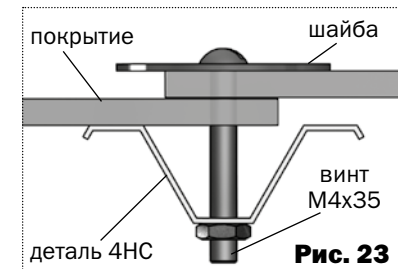

Рис. 23
8. Вначале, установите один лист так, чтобы его края легли на детали **4НС** (**рис.23**). Закрепите нижние края на деталях **1** винтами с шайбами, кроме деталей по краям листа. Затем установите другой лист внахлест с первым, установив винты с шайбами в местах нахлеста листов в соответствии с **рис.23**. В последнюю очередь установите винты с шайбами на крайние дуги **4НК** и **4БК** и крайние детали **1**.